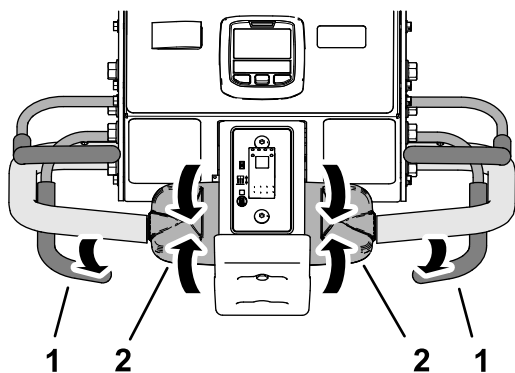

Figura 96
1. Si ha bajado el cabezal de perforación, suelte la barra de aireación (Figura 96).